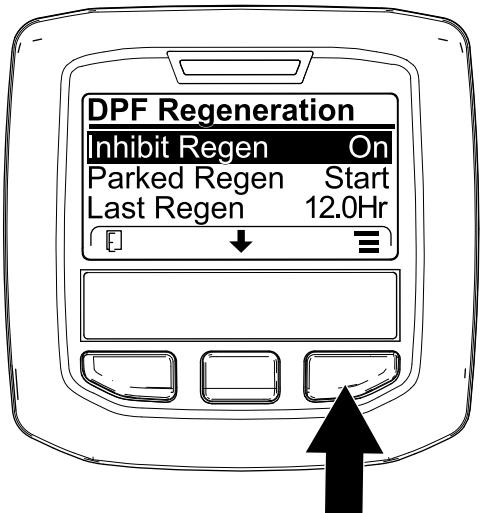

Figure 44
1. Ouvrez le menu DPF Regeneration (régénération du FAP), appuyez sur le bouton central pour naviguer jusqu'à l'option INHIBIT REGEN (interdiction de régénération), et appuyez sur le bouton droit pour la sélectionner (Figure 44).
2. Appuyez sur le bouton droit pour changer l'option d'interdiction de régénération de On (activée) à Off (désactivée) (Figure 44) ou inversement (Figure 45).